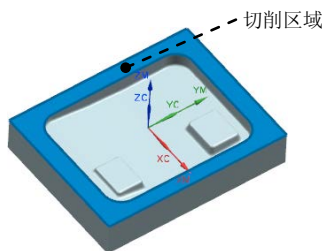

图 15.21 指定切削区域
Step2. 在图形区选取图 15.21 所示的切削区域，单击“切削区域”对话框中的按钮